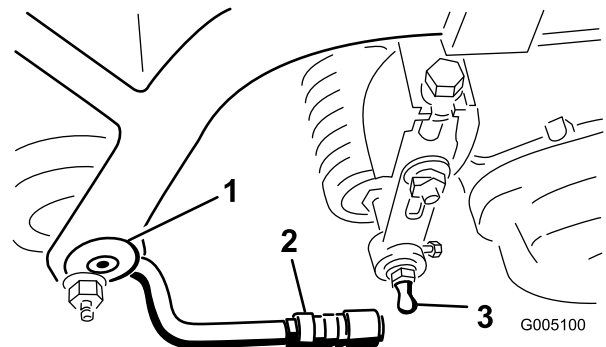

Bild 9
- Bringen Sie an jedem Ende der vorderen Rolle der Mähwerke jeweils eine Scheibe und einen Kugelbolzen an (Bild 9).
4. Schieben Sie die Hülse am Kugelgelenk zurück und drehen die Zugarme so nach unten, dass der Sechskantschlüssel über den Kugelbolzen passt. Lösen Sie die Hülse, sodass sie über den Bolzen geht und die Teile miteinander verbindet (Bild 9).